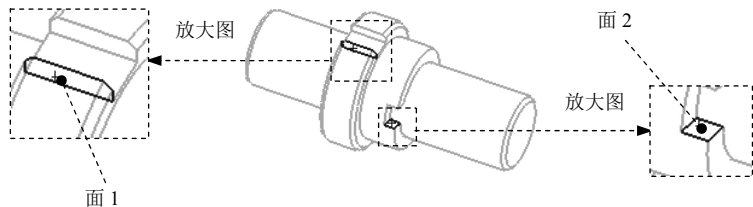

图 7.4.15 选取配合面
(1) 确定配合类型。在“配合”对话框的 **标准配合(A)** 区域中单击“重合”按钮 。
(2) 选取配合面。分别选取如图 7.4.15 所示的面 1 与面 2 作为配合面，系统弹出快捷工具条。
(3) 在快捷工具条中单击  按钮，完成第三个装配配合。